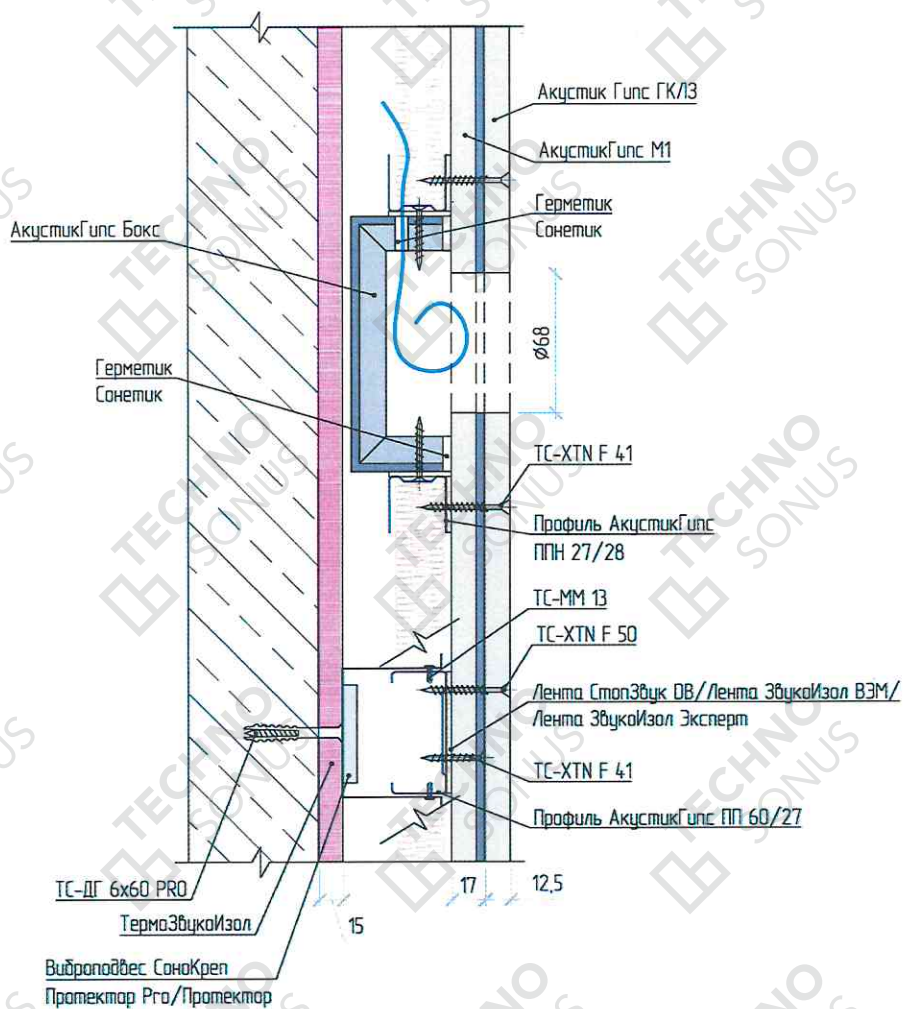

Рисунок 9 – Устройство звукоизоляции розеток в каркасной облицовке «Стандарт М1».
6.10. Выполнить установку звукоизоляционных подрозетников АкустикГипс Бокс (если предусмотрена проектом именно эта модель) при помощи устройства перемычек-закладных из профиля направляющего АкустикГипс Профиль ППН 28x27 (рисунок 9). Перед установкой АкустикГипс Бокс, в коробе необходимо просверлить отверстие диаметром больше сечения провода на 5 мм. Через него заводим провод и фиксируем к закладным на саморезы ТС-ММ 4,2x13. Важно установить АкустикГипс Бокс в одну плоскость с каркасом. После установки заполняем отверстие вокруг провода виброакустическим герметиком Сонетик.